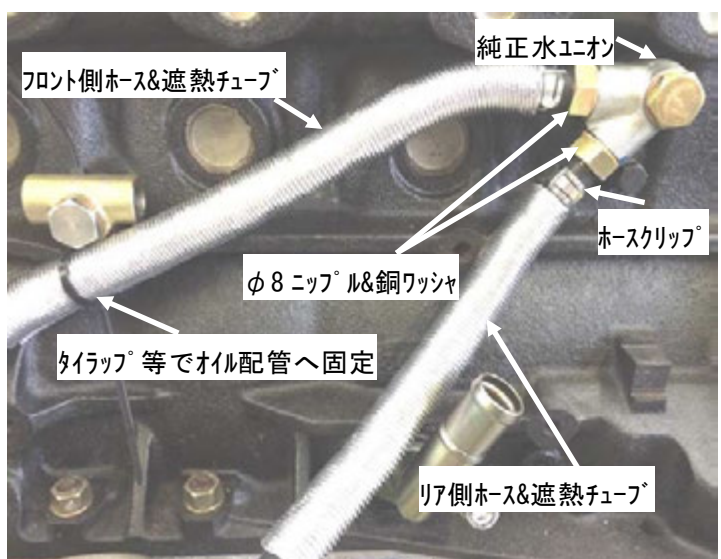

図 2-1-4
(9) ブロックの純正水ユニオンにφ8ニップルを取付けホースおよび遮熱チューブを取付けてください。(図 2-1-4)